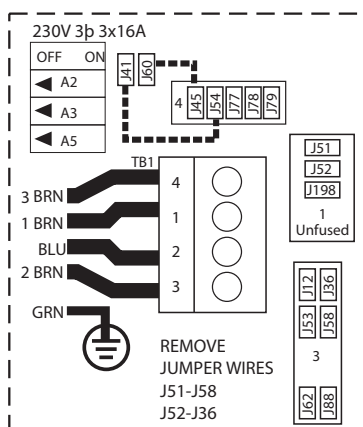

Figure 2
### CONNEXION ÉLECTRIQUE OPTIONNELLE: Alimentation triphasée (Figure 2)
2. Réinstallez seulement les cavaliers comme indiqué par les lignes pointillées sur la Figure 2.